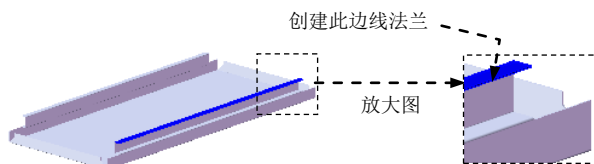

图 17.9.27 创建边线一法兰 10
Step11. 创建图 17.9.27 所示的边线一法兰 10。详细操作步骤请参见上一步。